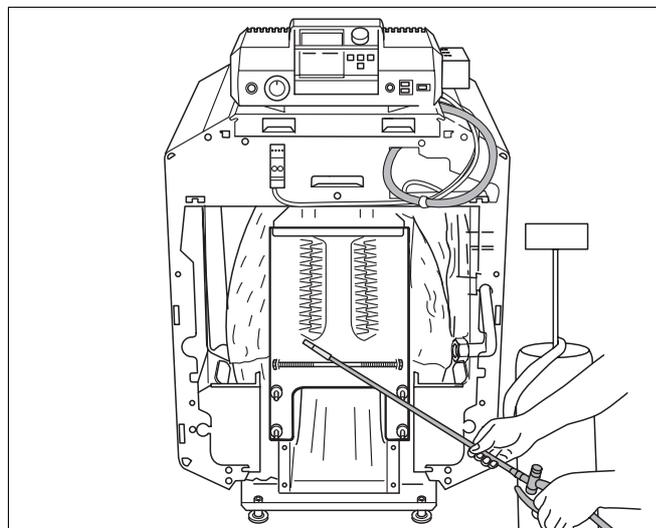

Abb. 41 Sprühreinigung
- Heizgaszüge gleichmäßig mit dem Reinigungsmittel einsprühen (Abb. 41).